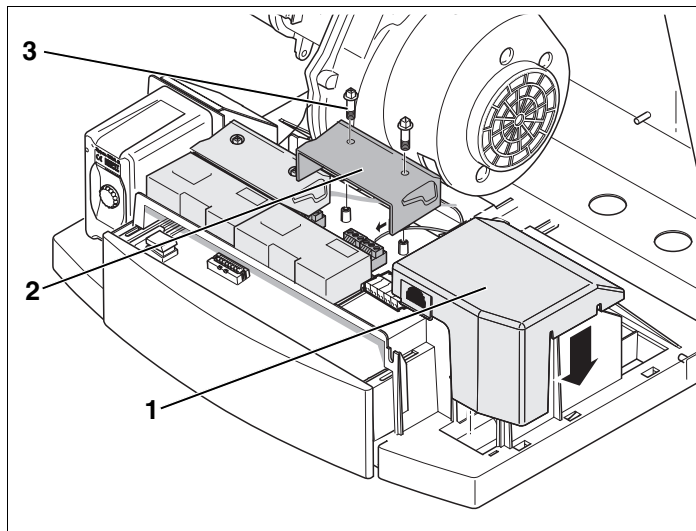

Fig. 4 Închiderea capacului clemelor
- Așezați din nou capacul casetei de borne (Fig. 4, **Poz. 1**).
- Așezați din nou capacul clemelor la modulul funcțional (Fig. 4, **Poz. 2**).
- Strângeți șuruburile cu crestătură în cruce (Fig. 4, **Poz. 3**), fie cu o șurubelniță în cruce, fie o cheie pentru aerisire.